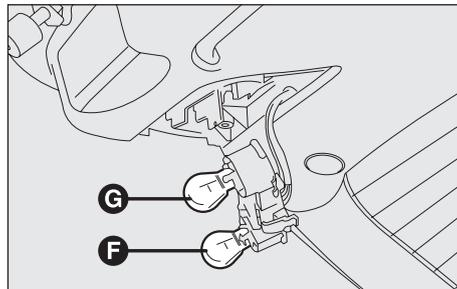

Abb. 50
– Die Glühlampe ausziehen und ersetzen (kugelförmig mit Bajonettanschluss), durch leichten Druck und Drehung entgegen dem Uhrzeigersinn (**Abb. 50**):